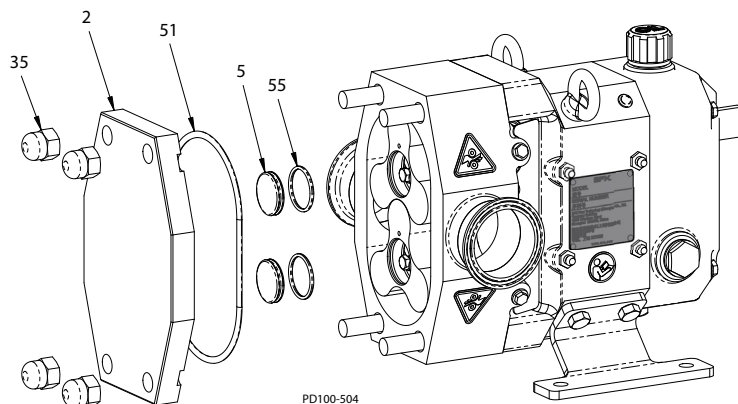

Figura 66 - Instalação da Cobertura
1. Instale o anel em O da tampa do parafuso (Figura 66, item 55) dentro da ranhura na tampa do parafuso (item 5) e instale-o no orifício do rotor. O anel em O encaixa dentro da ranhura no orifício do rotor.
2. Instale o anel em O da cobertura (item 51) dentro da ranhura na cobertura.
4. Instale a cobertura (item 2) sobre as vigas e aperte-a seguramente com as porcas de aperto (item 35). A bomba deve girar livremente à mão sem vinculações ou carreamentos.